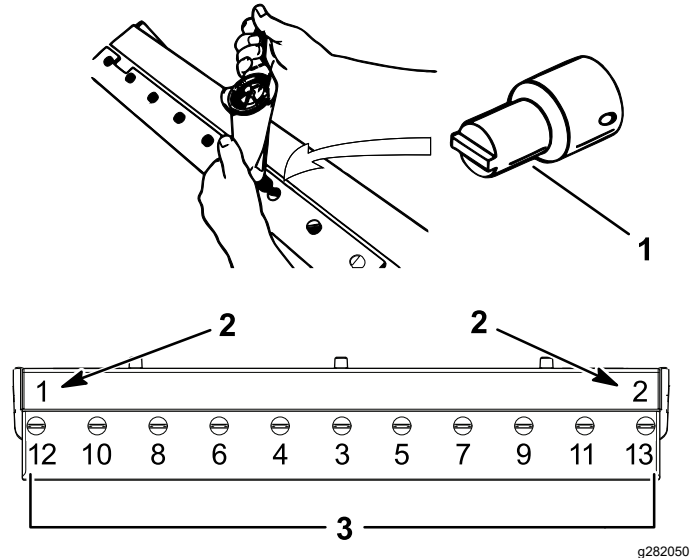

図 19
1.15 kg.m=10 in-lb にトルク締めする 図 19を参照。
- B. ベッドナイフの中央から交互に左右に、各ねじを 23-28 N·m 2.3-2.9 1 kg.m = 200-250 in-lb にトルク締めする 図 19を参照。